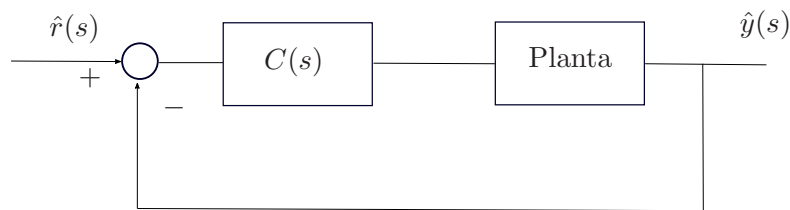

Figura 2: Estrutura de controle em malha fechada
5. Considere os dados numéricos apresentados na Tabela 1. Utilizando a estrutura de controle em malha fechada da Figura 2 a seguir